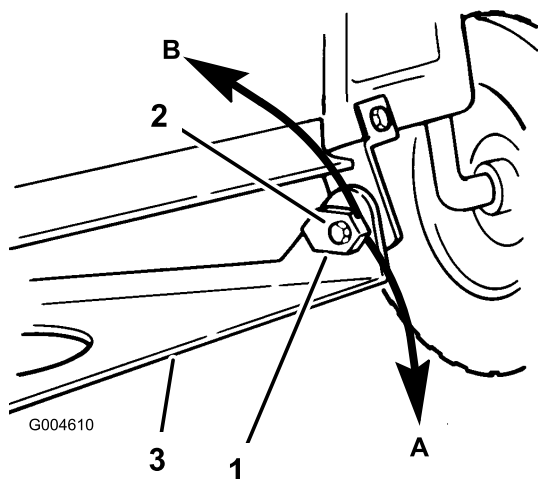

Figura 45
15. Ajuste la inclinación longitudinal girando las tuercas especiales de ajuste de la inclinación en ambos lados del soporte de pivote del cortacésped (Figura 45).
16. Gire lentamente la tuerca de ajuste de inclinación izquierda, hacia abajo para elevar la parte delantera del cortacésped, y hacia arriba para bajar la parte delantera del cortacésped (Figura 45). Gire la tuerca de ajuste de la inclinación hasta que la parte delantera del cortacésped esté entre 6 y 16 mm más baja que la parte trasera del cortacésped.